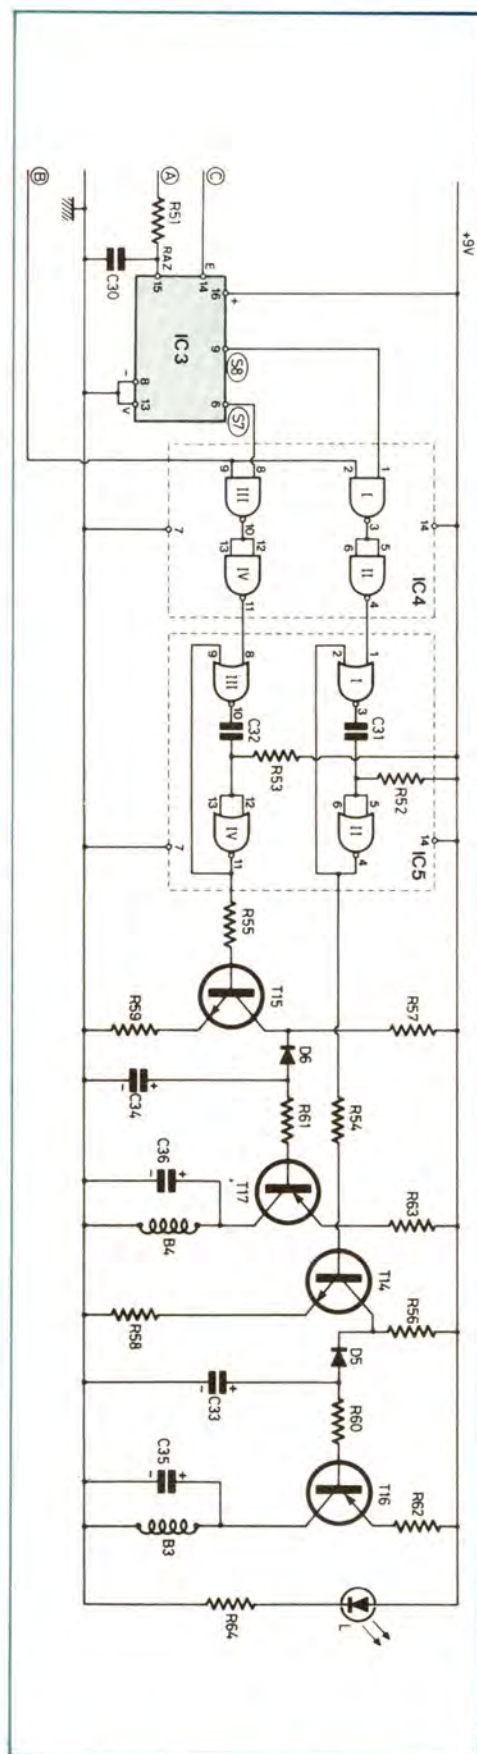

Fig. 4. - Le décodage « virages à gauche et à droite » se base sur le comptage des pointes apparaissant entre deux creux.
e) Décodage des « virages à gauche et à droite » (fig. 4)